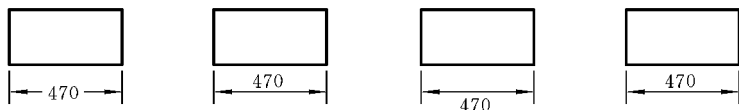

图 6.14 文字位置“垂直”选项示例
④ 绘制文字边框 若选中 则尺寸文本显示有边框。默认不选。
(2) 在“文字位置”框架中,用户可以设置文字的垂直、水平位置以及距尺寸线的偏移量。常用选项解释如下。
① 垂直:下拉列表有四个选项,分别为置中、上方、外部、JIS,如图 6.14 从左到右分别示出,其中 JIS 遵循日本工业标准(我国标准规范是第 2 个图示的标注)。